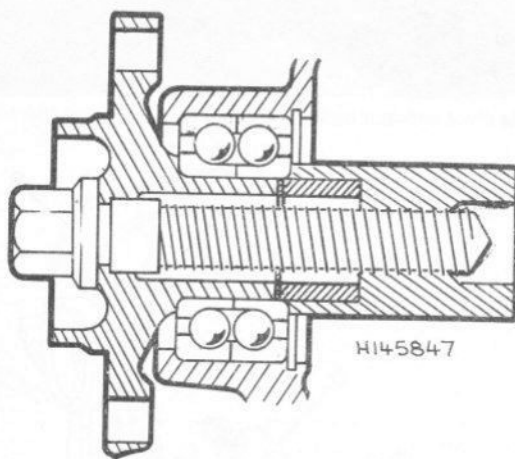

Fig. 9.9 Repose du moyeu avant à l'aide de l'outil Peugeot 80613B (Sec 7)
- 10 Presser le moyeu dans les chemins intérieurs du roulement à l'aide de l'outil spécial Peugeot illustré à la Fig. 9.9 ou d'un outil similaire constitué d'un tube métallique, de rondelles, d'un long boulon et d'un écrou. Noter que le tube doit reposer sur le chemin intérieur et qu'il doit y avoir un espace suffisant pour recevoir la bague en plastique qui sera repoussée par le moyeu.